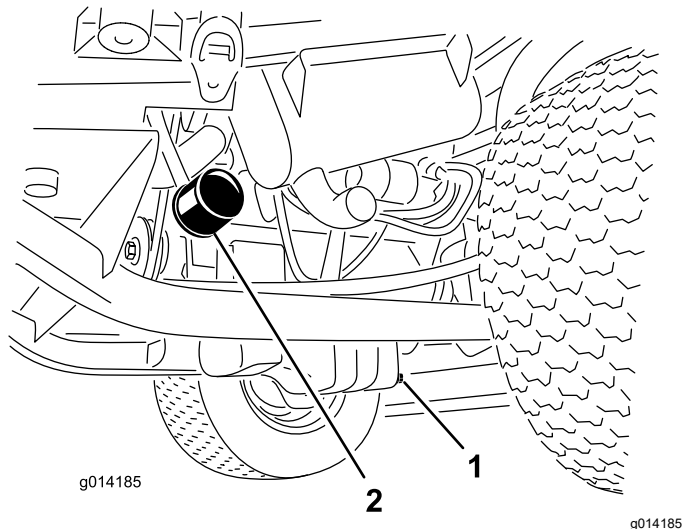

Рисунок 32
1. Снимите маслосливную пробку (Рисунок 32) и дайте маслу стечь в сливной поддон.
3. Снимите масляный фильтр (Рисунок 32).